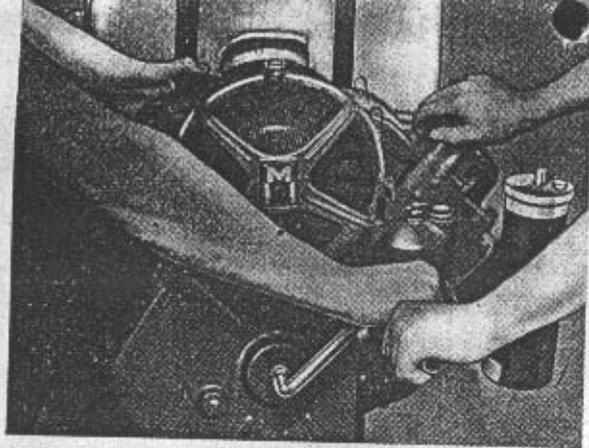

Bild 15. Handstart des Motors mit zwei Personen
- f) Dreht sich der Motor sehr schwer durch, so kann eine Erleichterung des Startens durch Einsatz von zwei Personen zum Andrehen erzielt werden. Beide Personen stehen sich dann gegenüber (Bild 15).